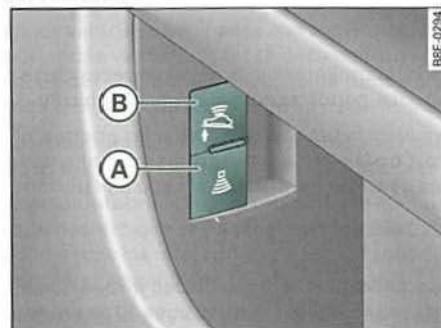

Fig. 56 Interruptor de la vigilancia del habitáculo
- Tire del interruptor (A) con el símbolo  a un lado del compartimento portaobjetos de la puerta del conductor ⇒ fig. 56.
- Tire del interruptor (B) con el símbolo  a un lado del compartimento portaobjetos de la puerta del conductor ⇒ fig. 56.